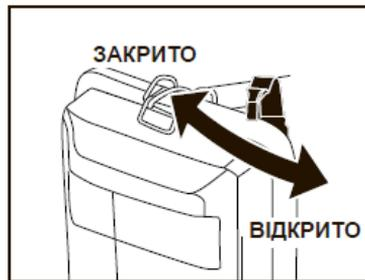

Рис.7
- Переведіть важіль повітряної заслінки в положення «Закрито» (Рис. 7).